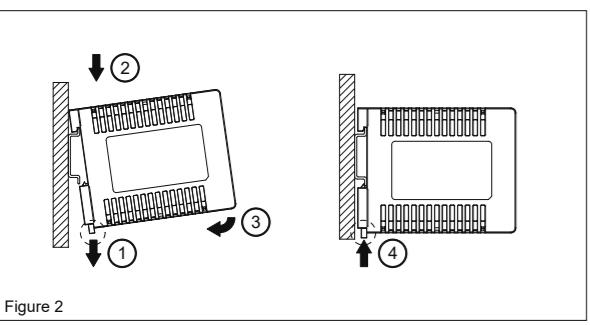
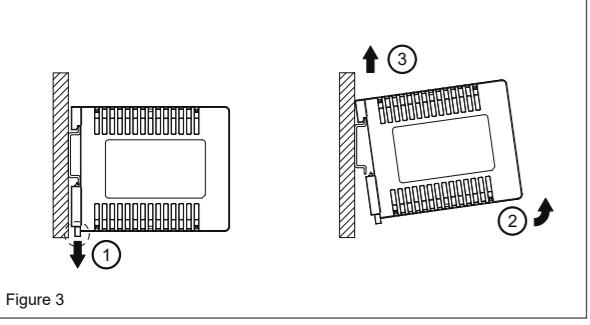

Figure 2
Figure 3
3. Montage und demontage (Abb. 2, Abb. 3)
Einrasten des Geräts in DIN-Schiene, wie in Abb. 2 dargestellt:
- Ziehen Sie den Einrasthebel für die DIN-Schiene nach UNTEREN, wie in Abb. 3 dargestellt. Kippen Sie das Gerät nach oben und entfernen zunächst den unteren Teil des Geräts der DIN-Schiene. Nehmen Sie das Gerät nun nach oben komplett von der DIN-Schiene ab.